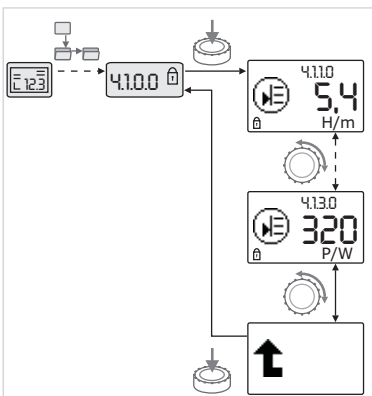

Fig. 43: Вызов информации
-  • Вращая кнопку управления, можно управлять элементами типа «Информация» текущего подменю (см. Fig. 43). Пояснения настроек, обозначенных символами, см. в таблице в главе 8.7 «Указатель элементов меню» на странице 225.